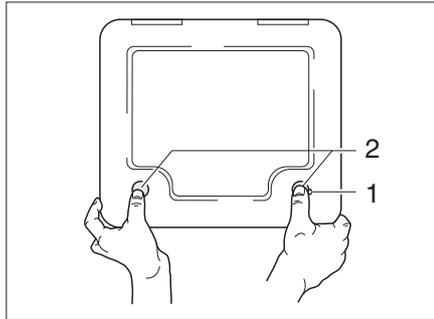

Fig. 105 Portillon pour la toilette à cassette
- ▶ Ouvrir le portillon pour la cassette à l'extérieur du véhicule. Insérer pour cela la clé dans le barillet du verrou de pression (Fig. 105,1) et la tourner d'un quart de tour.
- ▶ Appuyer du pouce et simultanément sur les deux verrous de pression (Fig. 105,2) et ouvrir le portillon pour la cassette.